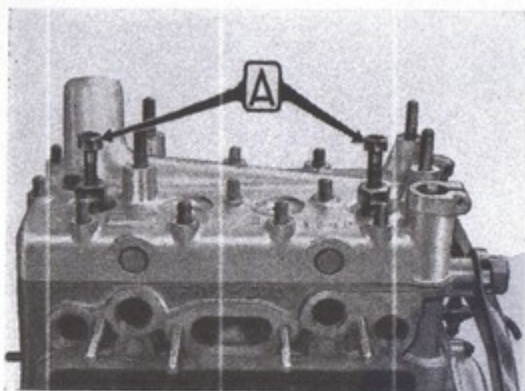

Fig. 14.
- Staccare la testa del gruppo cilindri, dopo aver svitato tutti i dadi di fissaggio, usando gli estrattori A. 6506 (fig. 14). Con la testa si solleva pure l'alberino di comando del distributore.
Lo smontaggio della testa del gruppo cilindri deve essere effettuato solo dopo averla lasciata convenientemente raffreddare, ciò per evitare possibili deformazioni. Le operazioni per detto smontaggio sono state descritte a pag. 24 e la fig. 14 illustra l'uso degli estrattori necessari A. 6506.